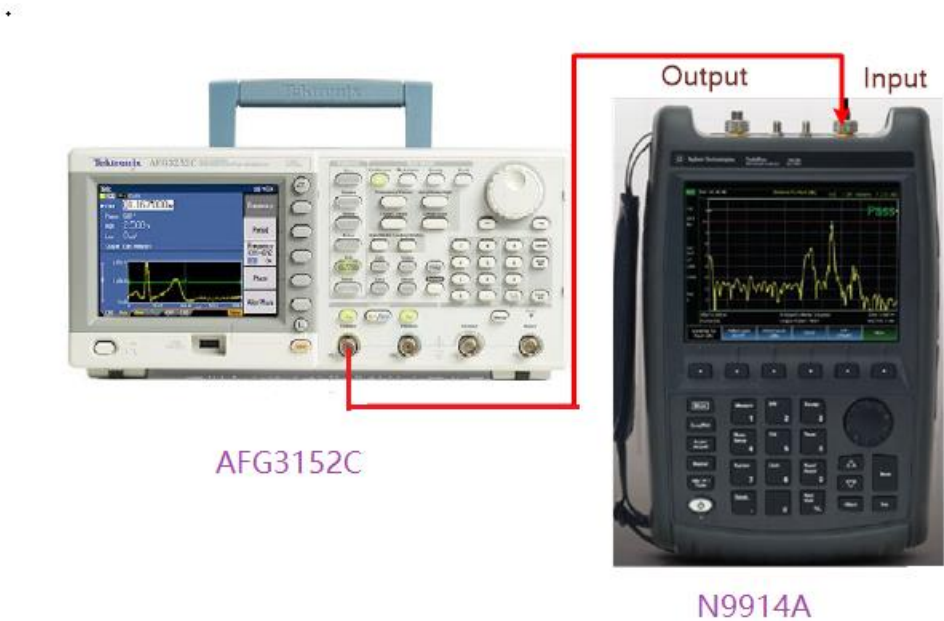

Fig.1 频谱功率测试连接图
1. 正确连接信号源与多功能微波测量仪。如图 1 所示连接仪器，将任意波形发生器 AFG3152C 的一个输出端口通过 BNC/SMA 转接器与微波线缆相连，该微波线缆的另一端则通过 SMA/N-Type 转接器连接到手持多功能微波测量仪 N9914A 的 RF 信号输入(Input)端口上。这里需要注意的是，手持多功能微波测量仪有两个 RF 信号端口，分别是 RF 信号输入（Input）端口和 RF 信号输出（Output）端口。由于该实验的目的是用手持微波测量仪 N9914A 测试任意波形发生器 AFG3152C 的输出信号，所以需要连接在 RF 信号输入（Input）端口。